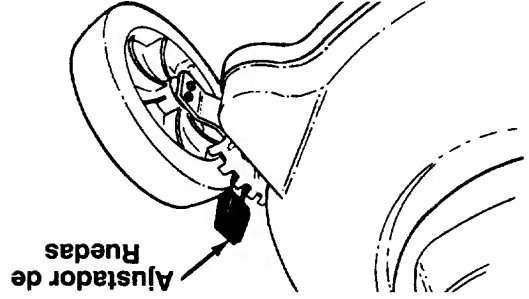

FIGURA 6.
- Para cambiar la altura de corte, mueva las palancas de ajuste hacia las ruedas. Vea la figura 6. Mueva las ruedas hacia arriba o hacia abajo como sea necesario. Asegúrese de que todas las palancas se encuentren en el mismo nivel.